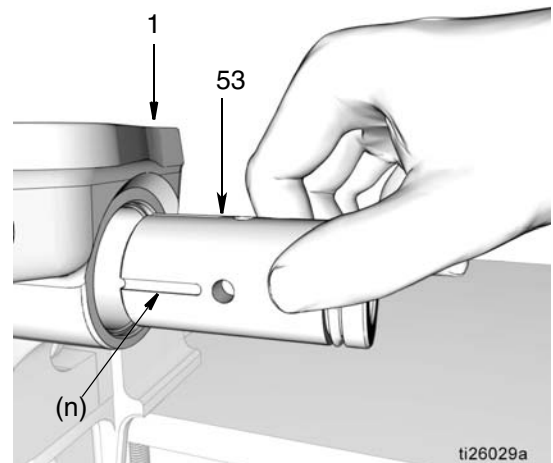

图 42
- c. 将泵元件衬套 (53) 安装在泵底座上 (1)。如要确定安装的正确方向，请参考图 42。